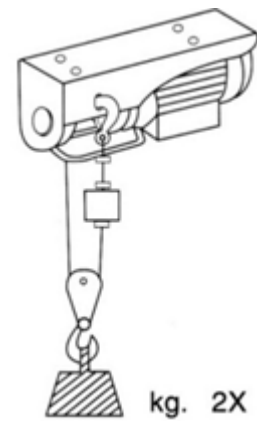

Fig.2
1. Draai de bouten en moeren van de katrol (1, fig.3) los en verwijder de haak (2, fig.3). Hang de katrol nu over de kabel (3, fig.3). Plaats vervolgens de bouten, eventueel ringen en moeren terug en draai deze allemaal handvast. Draai vervolgens de bouten en moeren stevig vast (fig.3). **LET OP! De kabelhaak dient aan het lichaam van de lier worden te bevestigd door het hiervoor bestemde oog in het lichaam van de lier (fig.2).**